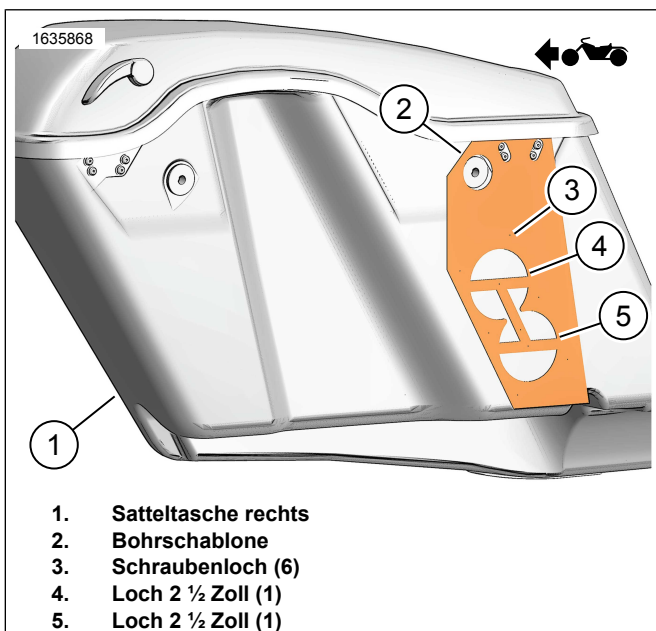
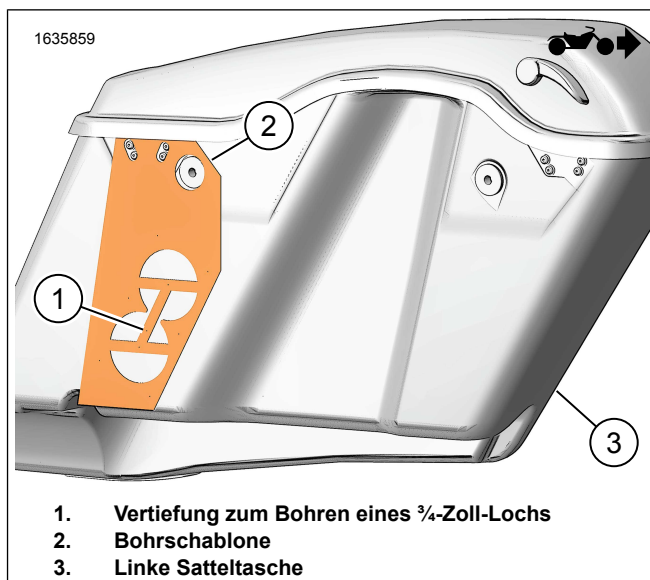
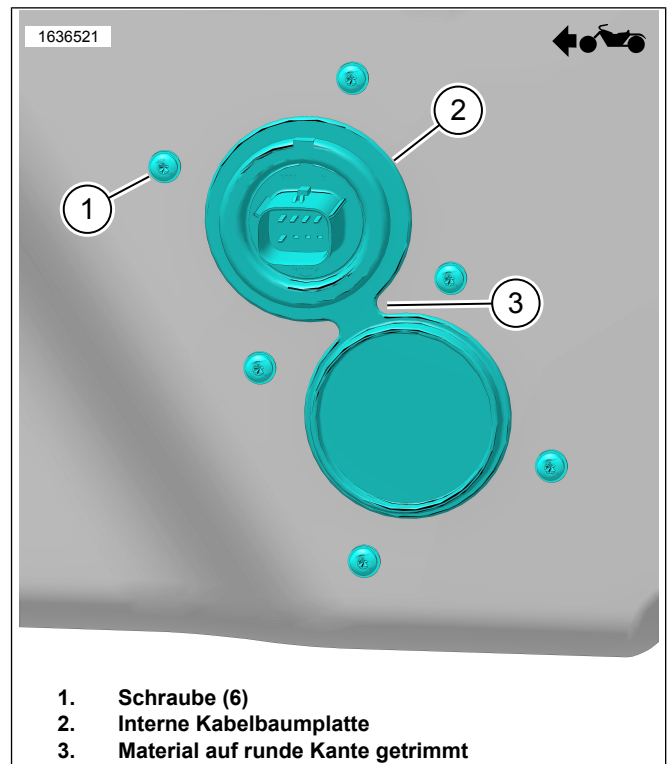

Abbildung 2. Rechte Satteltasche
Abbildung 3. Linke Satteltasche
Abbildung 7. Interne Kabelbaumplatte
1. Abbildung 2 Bohrschablone (2) an linker Satteltasche (1) positionieren.
2. Rechte Satteltasche (1) modifizieren.
- d. Abbildung 7 Material beschneiden, um Kante (3) abzurunden.
4. Abbildung 3 Bohrschablone (2) an linker Satteltasche (3) positionieren.
5. Linke Satteltasche (3) modifizieren.
- a. Bohrlochlagen (1) auf Vorlage mit Zentrierkörner ankönnen.
6. Abbildung 7 Die innere Kabelbaumplatte (2) anbringen.